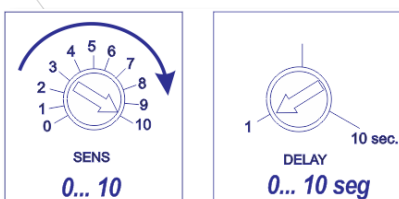

Figura 2
2- Com o tanque vazio ou sem contato do produto com a ponta sensora, gire o trimpot SENS no sentido horário até o Led Vermelho (L2) acender e marque a posição. Se o Led L2 não acender, considere a posição final (10) da escala, conforme figura 2.